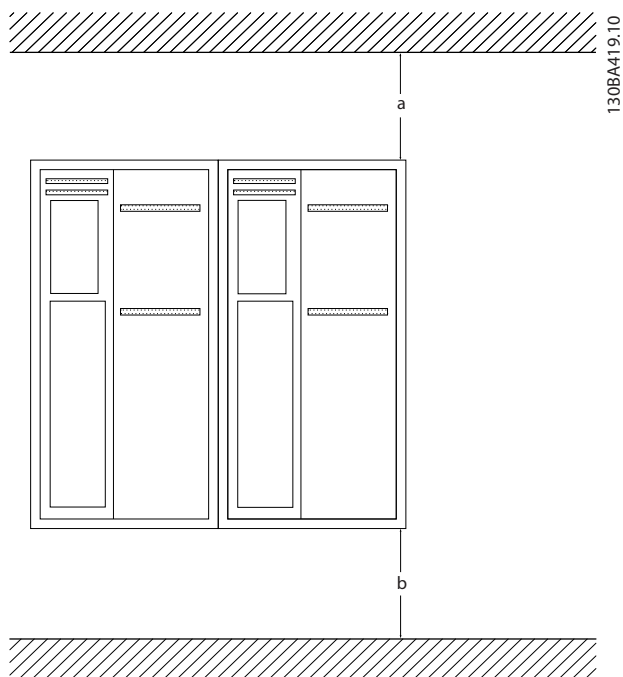

Abbildung 3.1 Abstand zur Kühlluftzirkulation oben und unten
- Sehen Sie über und unter dem Frequenzumrichter zur Luftzirkulation einen ausreichenden Abstand vor. In der Regel ist ein Abstand von 100-225 mm erforderlich. Für die notwendigen Abstände siehe *Abbildung 3.1*.